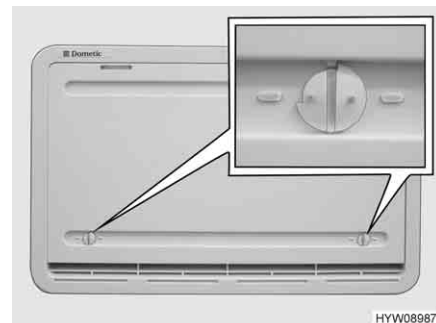

Fig. 139 Copertura invernale (griglia di aerazione del frigorifero)
Le coperture invernali (Fig. 139) proteggono il gruppo frigorifero dall'aria fredda. Posizionare le coperture invernali davanti a entrambe le griglie di aerazione del frigorifero quando la temperatura esterna scende al di sotto di +10 °C (sia per funzionamento elettrico che a gas).
- Aprire entrambi i bloccaggi (Fig. 139), la scanalatura risulterà orizzontale.